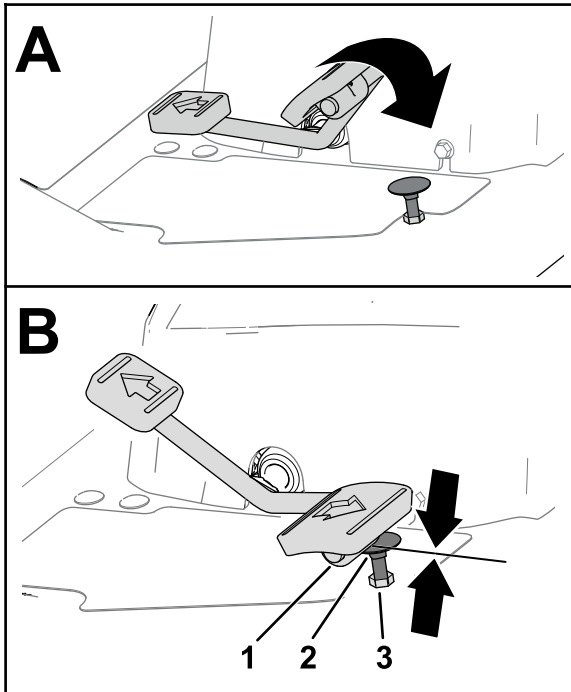
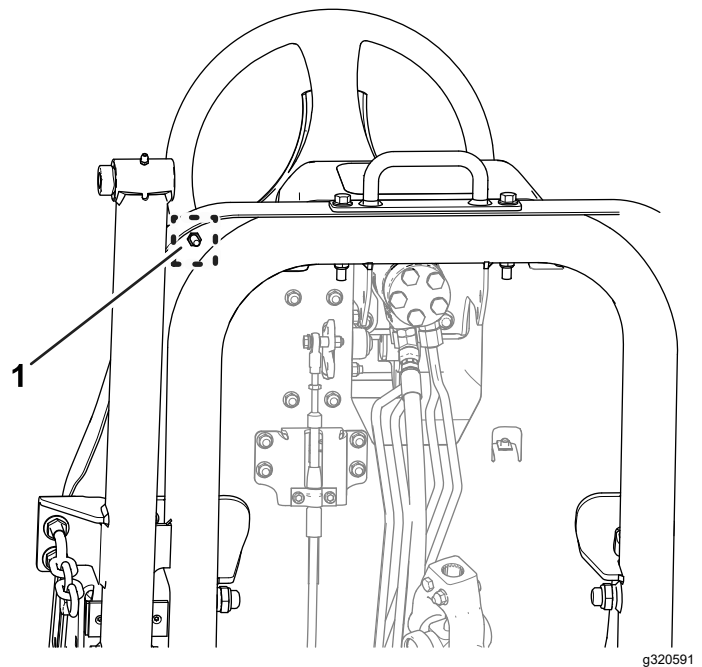

Figure 76
Figure 77
1. Poussez complètement la pédale de déplacement en avant (Figure 76).
- A. Bloquez la butée de la pédale de déplacement (Figure 76) avec une clé.
- B. Desserrez l'écrou de blocage au bas du repose-pied (Figure 77).
- C. Poussez complètement la pédale de déplacement en position avant (Figure 76).
- D. Tout en maintenant la butée de la pédale de déplacement, réglez l'écrou de blocage situé au-dessus du repose-pied (Figure 76) jusqu'à ce que la pédale touche la butée.
- F. Tout en maintenant la butée de la pédale de déplacement, serrez l'écrou de blocage au bas du repose-pied (Figure 76 et Figure 77) à un couple de 37 à 45 N·m.